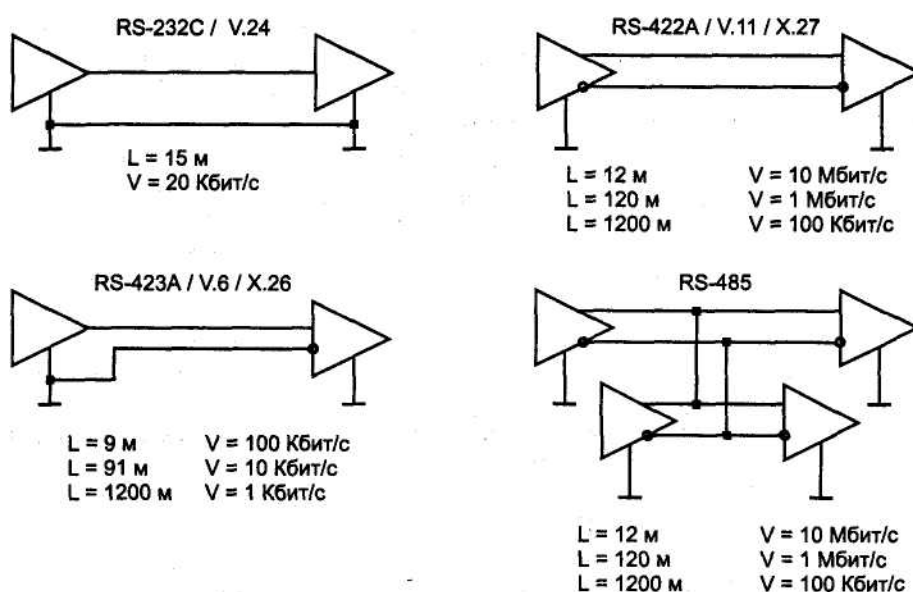

Рис. 2.8. Стандарты последовательных интерфейсов
Когда требуется большая помехоустойчивость (дальность и скорость передачи), применяют иные электрические варианты последовательных интерфейсов: RS-422A (V.11, X.27), RS-423A (V.10, X.26), RS-485. На рис. 2.8 приведены схемы соединения приемников и передатчиков, а также показаны ограничения на длину линии (L) и максимальную скорость передачи данных (V). Несимметричные линии интерфейсов RS-232C и RS-423A имеют самую низкую защищенность от синфазной помехи, хотя дифференциальный вход приемника RS-423A позволяет в какой-то мере исправить ситуацию. Лучшие параметры имеют интерфейсы RS-422A и RS-485, работающие на симметричных линиях связи. В них для передачи каждого сигнала используются дифференциальные приемопередатчики с отдельной (витой) парой проводов для каждой сигнальной цепи.